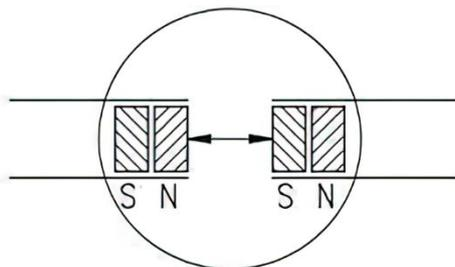

图 5-2: 极位的确定，连接磁条
- 6: 将两部分连接前, 检查极性。两端必须相互吸引(如有必要, 使用罗盘针)。若两端有同样的极性, 用半极分割缩短一端(图 5-2);